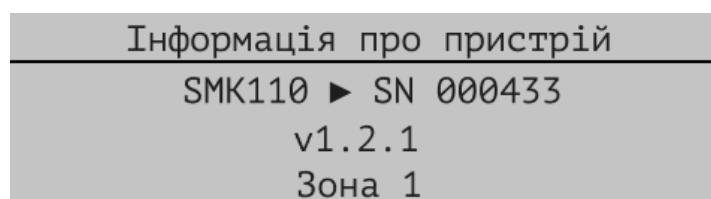

Рисунок 10.2.2 – Вікно інформації про пристрій
10.2.1.2 Для перегляду інформації про наявний пристрій потрібно перейти до нього за допомогою кнопок **▲2**, **▼8** та натиснути кнопку **[F1]**. На дисплеї ППКП відображається вікно, наведене на Рис. 10.2.2.